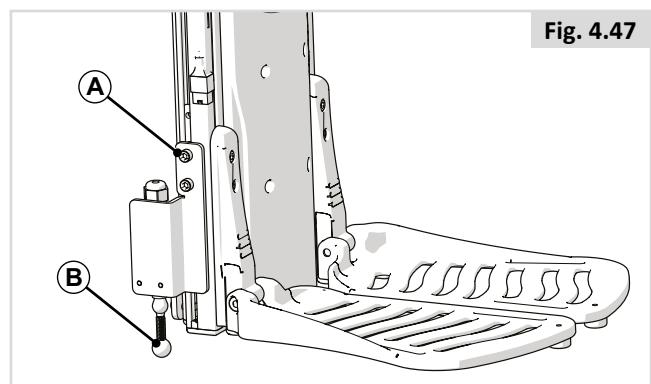

Fig. 4.47
För tillvalsfunktionen "Fotstöd till golvet" (Fig. 4.47) monteras en omkopplare. Omkopplaren (A) behöver justeras höjdledes efter justering av nedre benlängd. Se till att omkopplaren kula är helt under fotstödets nedre kant (B).